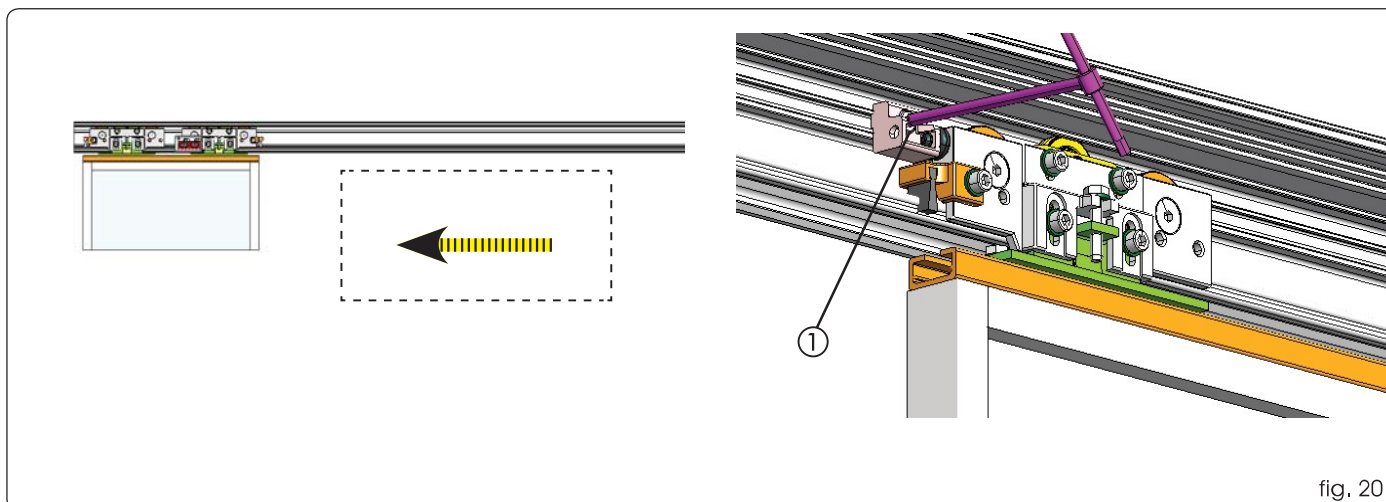

fig. 20
- Amener le vantail ou les vantaux en position d'ouverture (fig. 20), approcher l'arrêt mécanique au contact du chariot et serrer de nouveau à fond l'écrou de blocage (fig. 20 réf. ①).